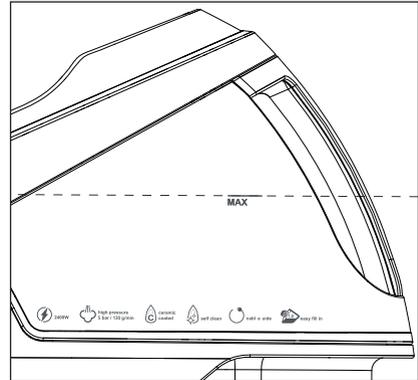

Fig. 3
- 3) Llene el depósito de agua **7** como máximo hasta la marca **MAX** (consulte la fig. 3). Deseche el exceso de agua por la abertura. La cantidad de llenado máxima del depósito de agua **7** es de aprox. 1,2 l.